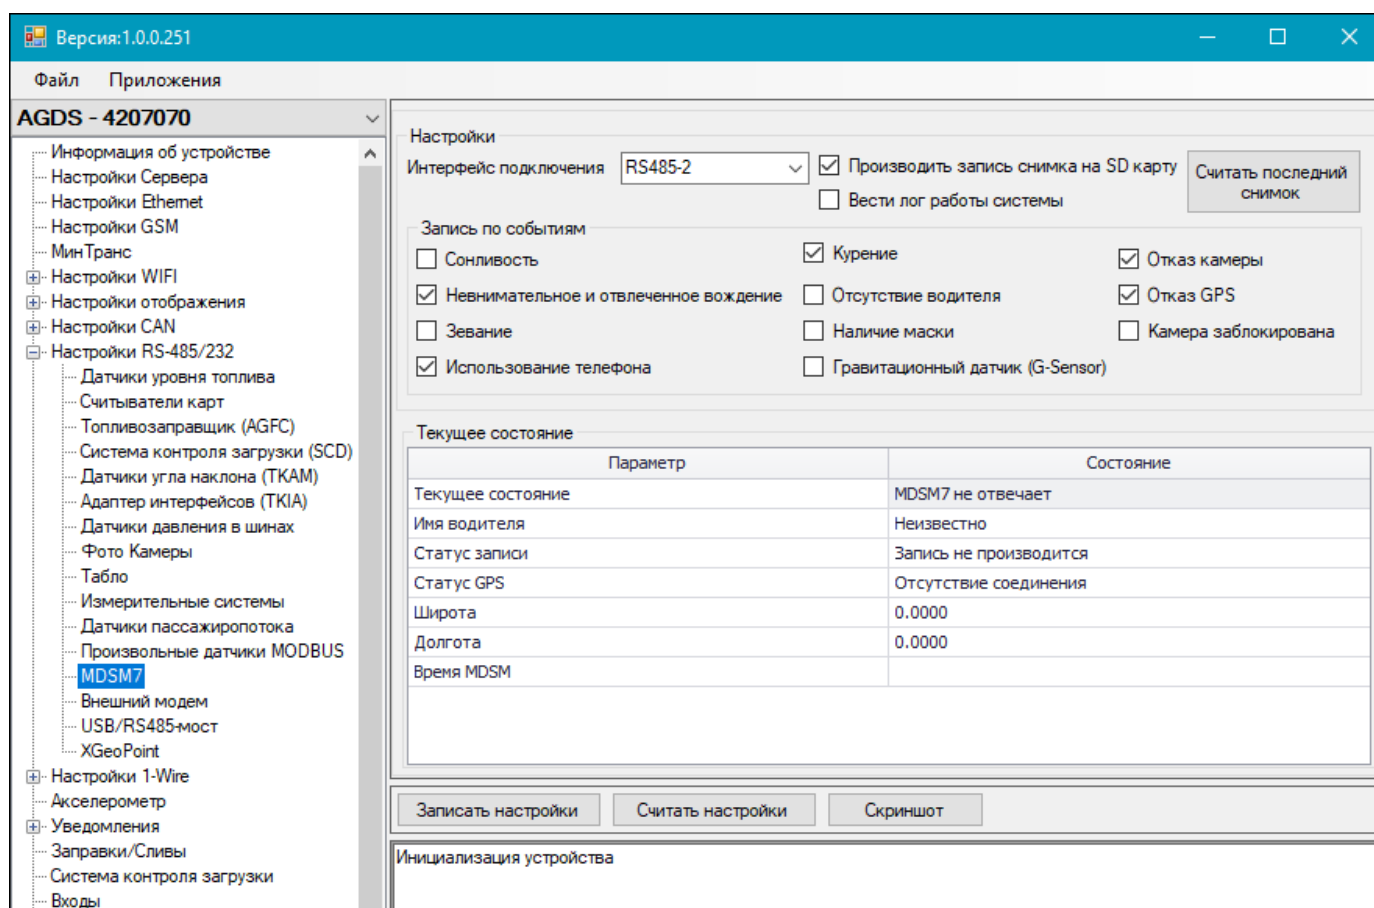

Рис.91. Рабочая область пункта «MDSM7»
2. Выберите в списке программы-конфигуратора пункты Настройки RS-485/232 | MDSM7 (Рис.91).